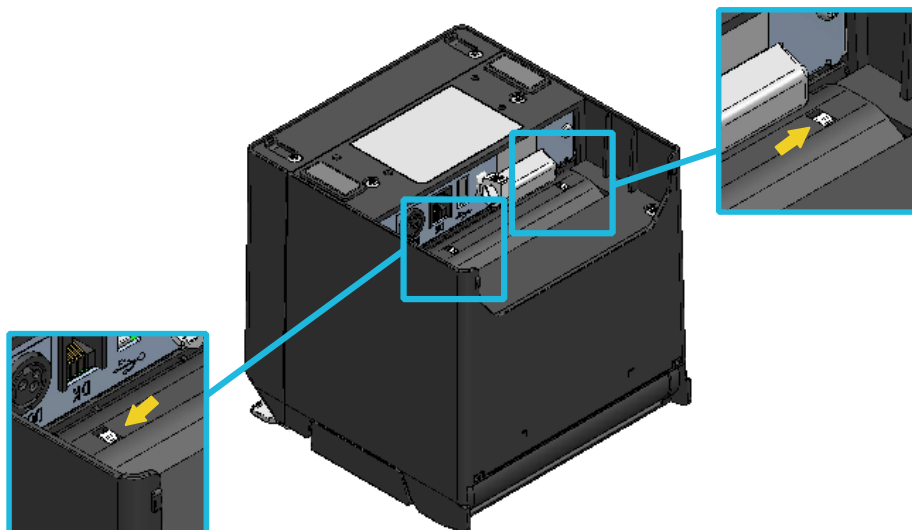

図 14-4 パーテーションプレートの取り付け確認
- ⑥ プリンタを裏返して、パーテーションプレートL、パーテーションプレートRの突起が、ペーパーホルダの穴（図 14-4の矢印箇所）に正しく入っていることを確認してください。